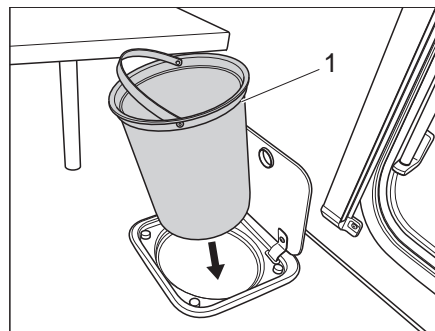

Bild 160 Abfallbehälter Küche
- Abfallbehälter (Bild 160,1) am Henkel entnehmen und nach den gültigen Vorschriften entleeren.